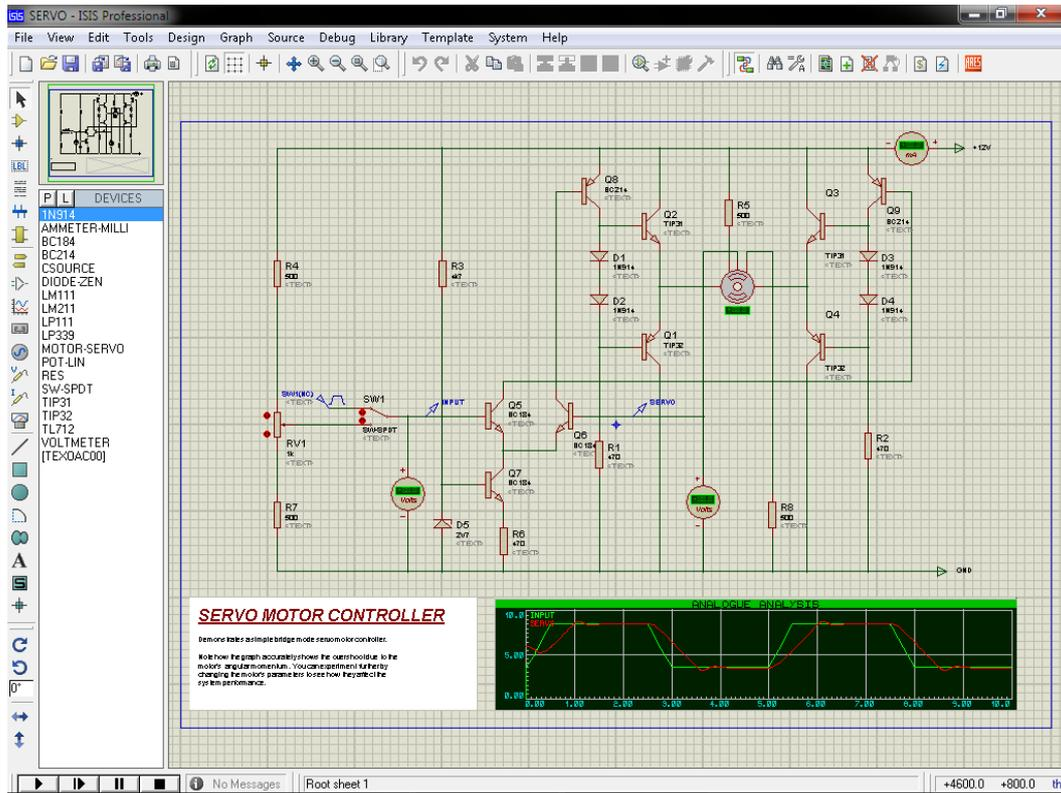

Рис. 1.2. Симуляция мостового управления двигателем
*\Labcenter Electronics\Proteus 7 Professional\SAMPLES\Interactive Simulation\Motor Examples\SERVO.dsn* (рис. 1.2).